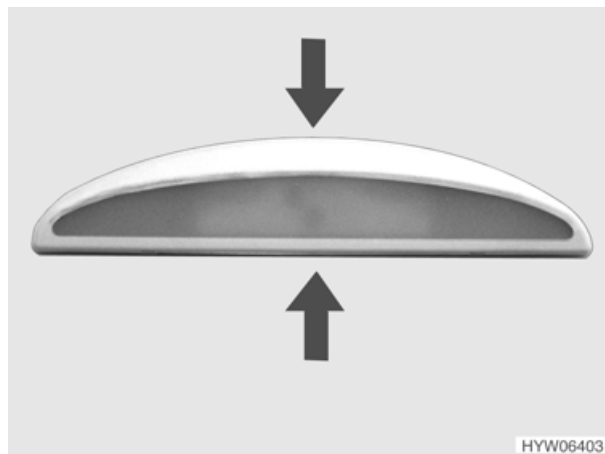

Fig. 98 Luce tenda veranda
- Comprimere leggermente gli involucri (Fig. 98) e sfilarli in avanti.